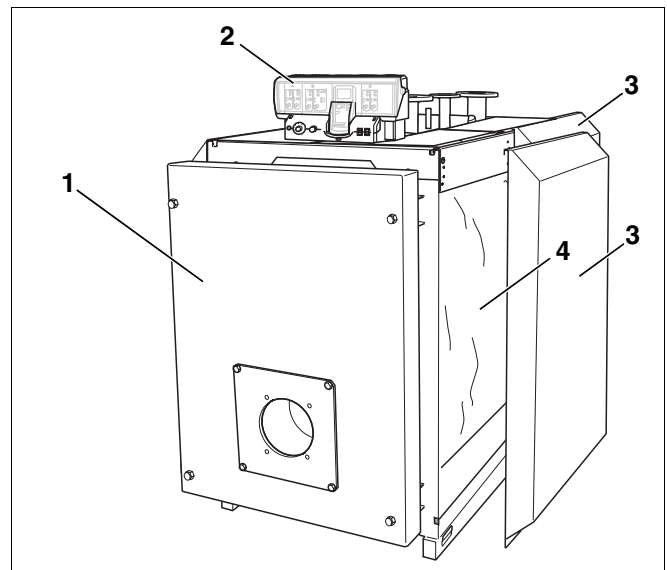

Fig. 1 Caldera especial a gasóleo / gas Logano S635/S735
- Bloque de la caldera (fig. 1, **pos. 1**).
- Envoltorio de la caldera (revestimiento, fig. 1, **pos. 3**), aislamiento térmico (fig. 1, **pos. 4**).
- Regulación (fig. 1, **pos. 2**)